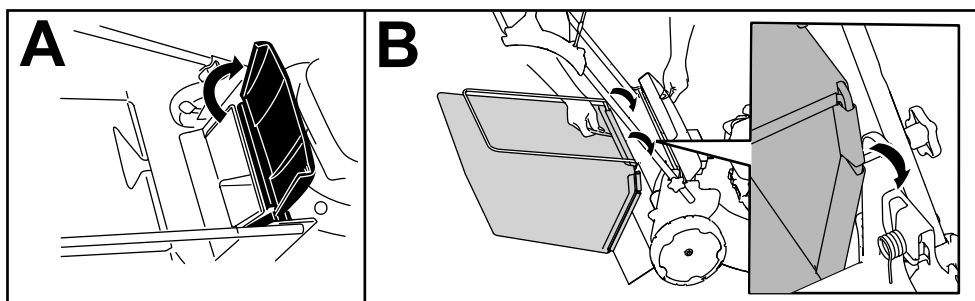

Figura 15
1. Sollevate il deflettore posteriore e tenetelo sollevato (A della Figura 15).
2. Montate il cesto di raccolta, accertandovi che i suoi perni siano inseriti nelle fessure presenti nella staffa della stegola (B della Figura 15).